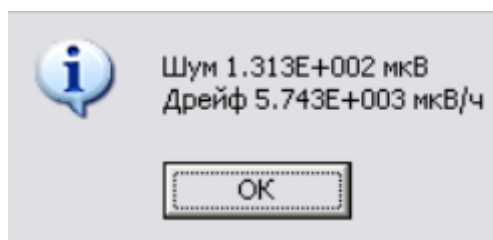

Рис. 43: Вычисленный шум и дрейф
2. Кликами выберите начало и конец участка анализа. Откроется окно со значениями шума и дрейфа (**Рис. 43**).